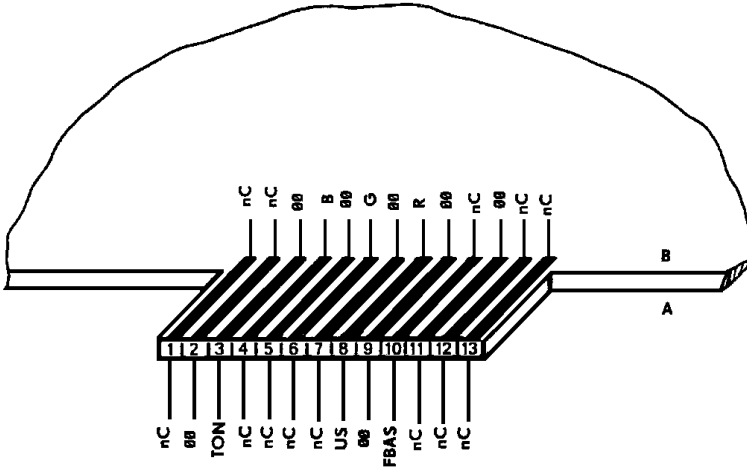

Bild 7: Anschlußbelegung des Steckverbinders TV-RGB
- am Steckverbinder "TV - RGB" (vgl. Bild 7 und Tab.2) über das Fernsehgerät mit RGB- oder FBAS-Eingang, einkanalig in 32 Lautstärkestufen (bei Antenneneinspeisung am Fernsehempfänger erfolgt keine Tonausgabe, drehen Sie deshalb den Lautstärkereglern zurück.),
Der Steckverbinder (vgl. Bild 7) dient zur Ausgabe des Bild- und Tonsignals wahlweise als RGB- oder FBAS-Signal (siehe letztes Kapitel „Videointerface“).